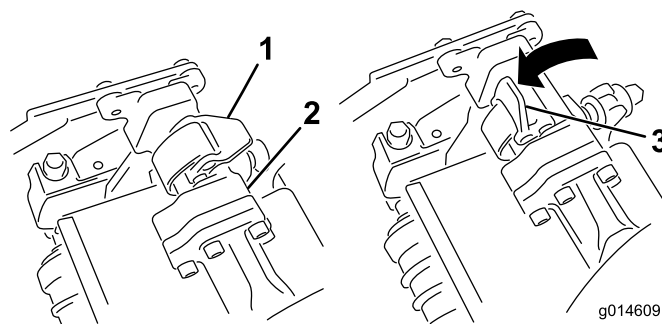
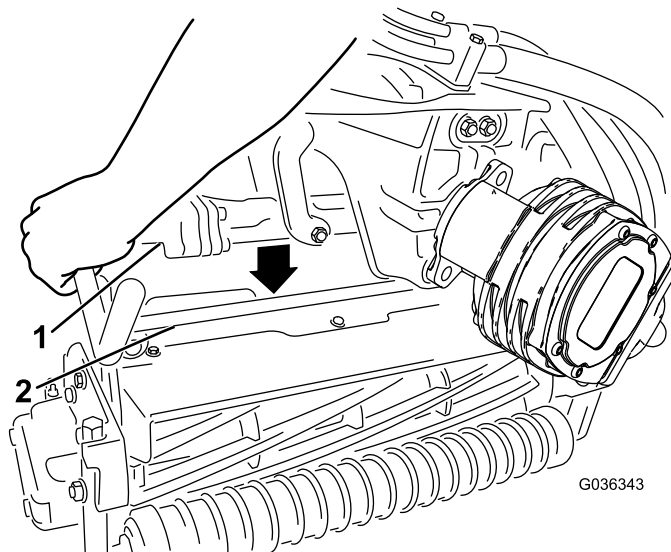

Рисунок 32
Рисунок 33
4. Когда защелки на штанге рычага подвески направлены вверх (т.е. открыты) (Рисунок 32), нажмите на рычаг подвески, чтобы штанга села на поперечный стержень над режущим блоком (Рисунок 33).
- Опустите защелку и поверните вокруг стержня режущего блока и зафиксируйте их (Рисунок 32).
5. Откройте защелки на штанге рычага подвески демонтируемого режущего блока (Рисунок 32).